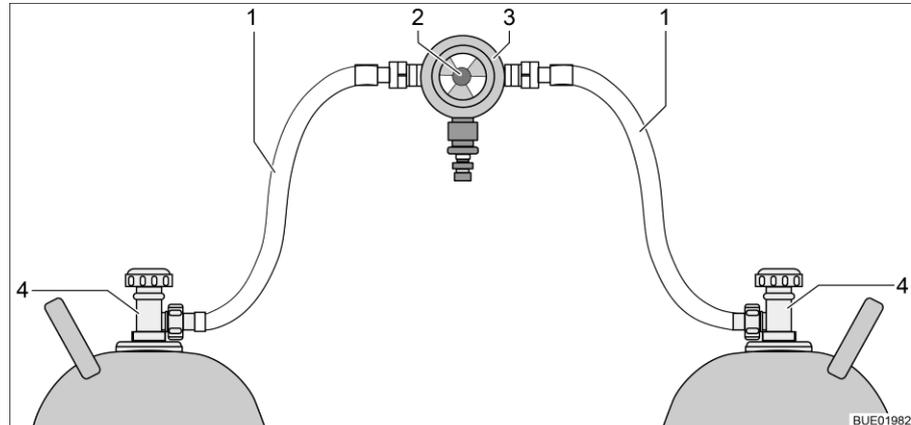
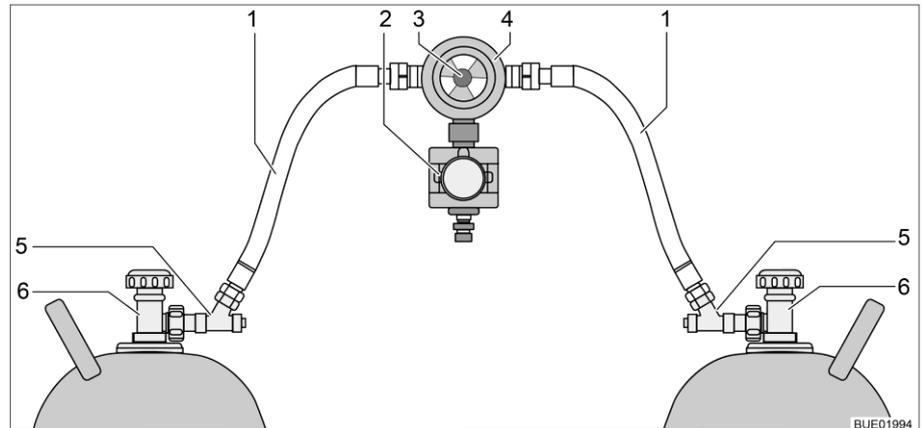

Fig. 127 Impianto di commutazione per bombole del gas
Fig. 128 Impianto di commutazione per bombole del gas con CPU
L'impianto di commutazione per bombole del gas è formato da un regolatore di pressione del gas combinato con valvola di commutazione e indicazione (Fig. 127,3). L'impianto di commutazione per bombole del gas è montato tra i due tubi del gas (Fig. 127,1).
L'impianto di commutazione per bombole del gas è formato da un regolatore di pressione del gas combinato con valvola di commutazione e indicazione (Fig. 128,4) e una elettrovalvola (Fig. 128,2). In caso di frenata brusca, incidente o inclinazione straordinaria, l'elettrovalvola blocca l'alimentazione del gas al veicolo. L'impianto di commutazione per bombole del gas è montato tra i due tubi del gas (Fig. 128,1) con dispositivi antirottura del tubo flessibile (Fig. 128,5).
L'impianto di commutazione per bombole del gas garantisce una pressione del gas costante, indipendentemente da quale bombola provenga l'alimentazione del gas. L'indicatore nella valvola di commutazione indica il livello di riempimento della bombola in uso. Se l'indicatore è verde, il rifornimento di gas viene fatto dalla bombola in uso. Quando l'indicatore è rosso, la bombola in uso è vuota. Il rifornimento di gas avviene poi tramite la bombola di riserva. Con la manopola (Fig. 127,2 o Fig. 128,3) sull'impianto di commutazione per bombole del gas è possibile stabilire quale delle bombole del gas viene utilizzata come bombola in uso e quale come bombola di riserva.
Sulla centralina di controllo (Fig. 129) possono venire azionate solo le funzioni elettriche. Le valvole principali di arresto delle bombole del gas (Fig. 127,4 o Fig. 128,6) devono essere aperte manualmente.
- Aprire le valvole principali di arresto delle bombole del gas (Fig. 127,4 o Fig. 128,6).
- Premere i dispositivi antirottura del tubo flessibile (Fig. 128,5) uno dopo l'altro per 10 secondi.
- Con la manopola (Fig. 127,2 o Fig. 128,3) sull'impianto di commutazione selezionare la bombola del gas, da cui deve provenire la principale alimentazione del gas (bombola in uso). Girare la manopola fino all'arresto.
- Chiudere le valvole principali di arresto delle bombole del gas (Fig. 127,4 o Fig. 128,6).